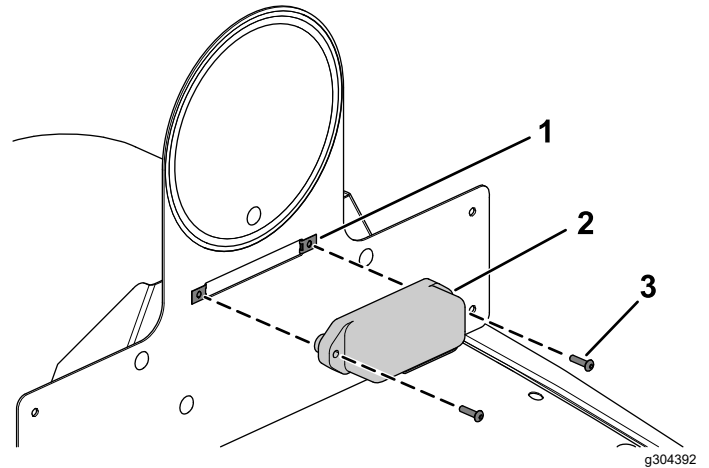

Figura 39
- Collegate il cablaggio preassemblato alla luce della targa (Figura 39).
- Fissate la luce della targa al supporto assemblato della piastra dell'adesivo del limite di velocità con le 2 piastrine per viti autofilettanti montate in Figura 26 e 2 bulloni a testa bombata (#10 x 3/4") come mostrato nella Figura 39.